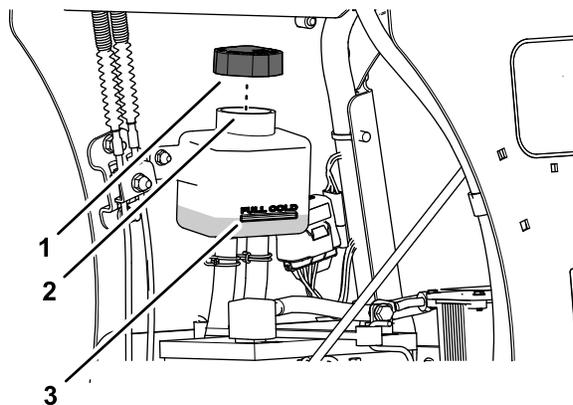

Figure 56
3. Enlevez le bouchon du vase d'expansion et contrôlez le niveau de liquide de transmission à l'intérieur (Figure 56).
4. Au besoin, faites l'appoint de liquide de transmission spécifié jusqu'à ce que le niveau atteigne le repère maximum à froid sur le vase d'expansion (Figure 56).
4. Continuez d'ajouter le liquide de transmission spécifié jusqu'à ce qu'il atteigne le repère maximum à froid sur le vase d'expansion; voir Figure 56 sous Contrôle du niveau d'huile de transmission \(page 47\).